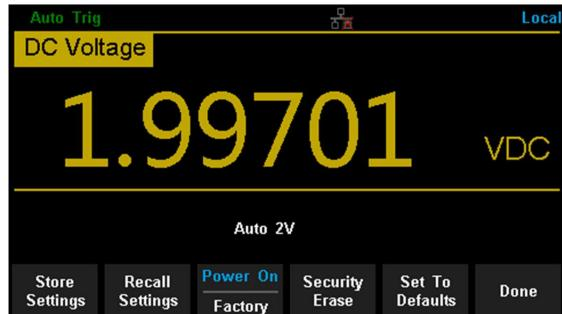

図 2-40 保存・呼び出しインターフェース
- ユーティリティの機能メニューに入った後、[Store/Recall]を押すと図 2-40 に示すインターフェースに入ります。